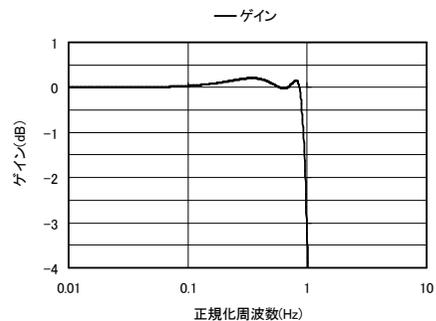

図3. 本体に内蔵されるLPFのリップル特性
**MM Filter MML (C)** に内蔵されるフィルタのリップル特性は下の図3のとおりです。この図も、遮断周波数を1として正規化して表しています。